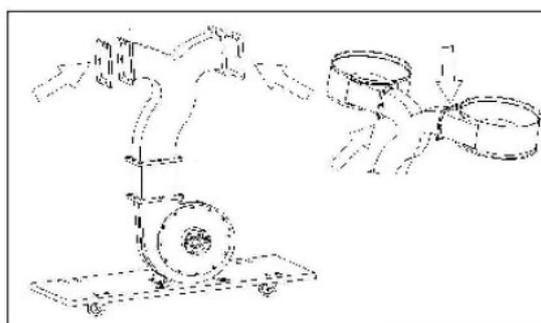

Fig5
Installer deretter de to oppsamlerne (C) og to pakninger (I) til uttaket som vist i Fig. 5.